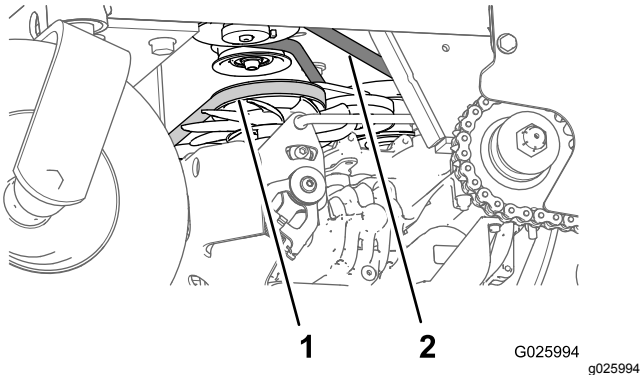

Figure 56
3. Contrôlez l'état et la tension de la courroie d'entraînement de la pompe auxiliaire (Figure 56).
4. Contrôlez l'état de la courroie d'entraînement de transmission (Figure 56).